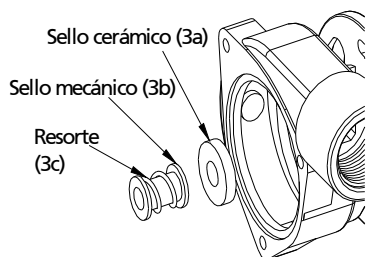

Figura 8
6. Presione el Nuevo sello de cerámico en la vivienda con el porción cerámico del sello cerámico espaldas del motor (Vea Figura 8).